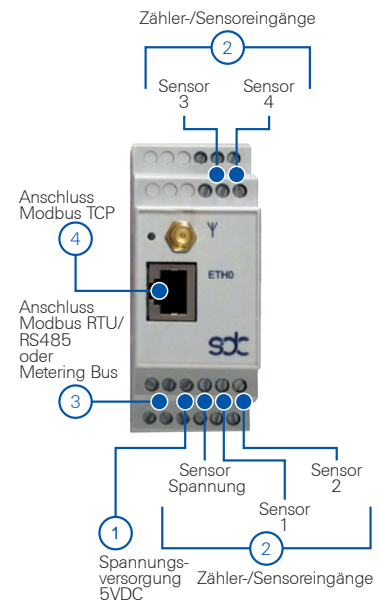

Abb. 3
**Spannungsversorgung (Abb. 3/1)**
**Sensoreingänge (Abb. 3/2)**
**Modbus RTU/RS485 (Abb. 3/3)**
**Metering-Bus (M-Bus, Abb. 3/3)**